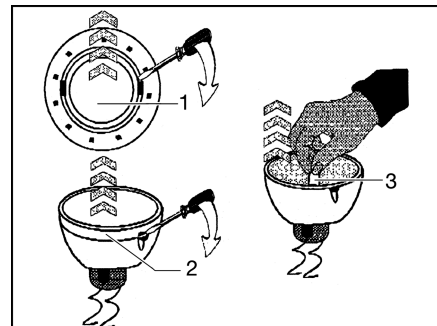

Bild 261 Halogenglühlampe wechseln
- Inneren Abdeckring (Bild 261,1) mit einem Schraubendreher vom Gehäuse lösen.
- Abdeckring mit der Glasscheibe (Bild 261,2) vom unteren Teil der Halogeneinbauleuchte mit einem Schraubendreher lösen.
- Halogenglühlampe (Bild 261,3) entfernen.